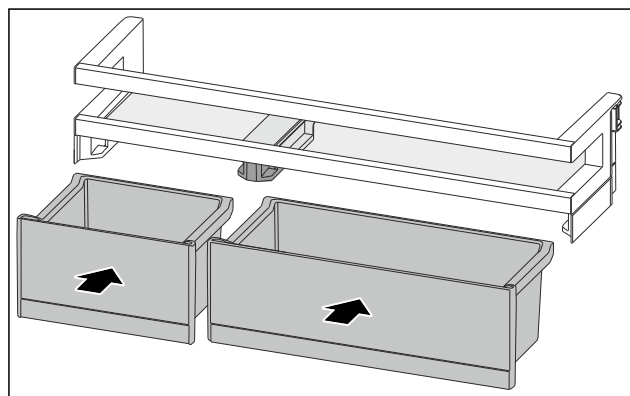

Fig. 116
- ▶ VarioBoxy vložte v opačném pořadí. (viz Fig. 116)